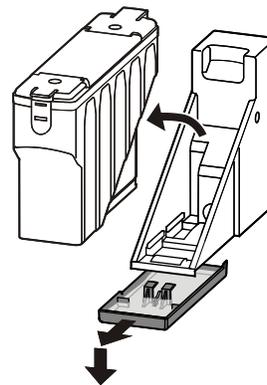

Figura 27
- Vaciado de la bandeja colectora de agua: Extraiga el depósito de agua. Desencaje con cuidado la bandeja tirando hacia arriba y, después, extráigala tirando hacia abajo (**Figura 27**).